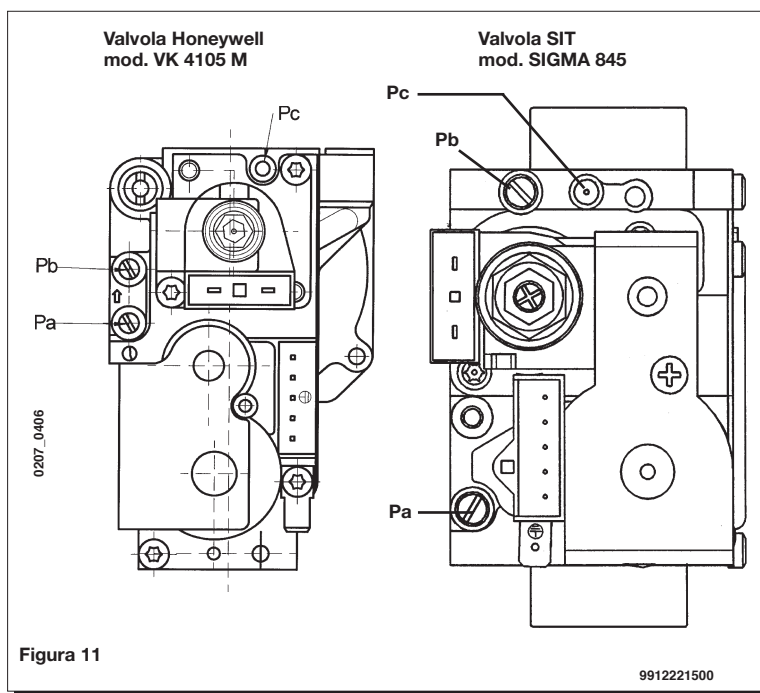

Figura 11
Le modalità di taratura del regolatore di pressione sono leggermente differenti a seconda del tipo di valvola del gas utilizzata (HONEYWELL o SIT vedi figura 11).
Las modalidades de calibrado del regulador de presión difieren ligeramente según el tipo de válvula del gas utilizada (HONEYWELL o Sit, véase figura 11).
- collegare la presa di pressione positiva di un manometro differenziale, possibilmente ad acqua, alla presa di pressione (Pb) della valvola del gas (figura 11). Collegare, solo per i modelli a camera stagna, la presa negativa dello stesso manometro ad un apposito "T" che permetta di collegare insieme la presa di compensazione della caldaia, la presa di compensazione della valvola del gas (Pc) ed il manometro stesso. (Una pari misura può essere effettuata collegando il manometro alla presa di pressione (Pb) e senza il pannello frontale della camera stagna); Una misura della pressione ai bruciatori effettuata con metodi diversi da quelli descritti potrebbe risultare falsata in quanto non terrebbe conto della depressione creata dal ventilatore nella camera stagna.
- conectar la toma de presión positiva de un manómetro diferencial, posiblemente de agua, a la toma de presión (Pb) de la válvula del gas (figura 11). Conectar, sólo para los modelos a cámara estanca, la toma negativa del mismo manómetro a un especial "T" que consienta conectar entre ellos la toma de compensación de la caldera, la toma de compensación de la válvula del gas (Pc) y el manómetro mismo. (Se puede efectuar una medición equivalente conectando el manómetro a la toma de presión (Pb) y sin el panel frontal de la cámara estanca); Una medición de la presión en los quemadores efectuada con métodos diferentes a los descritos podría resultar incorrecta, dado que no tomaría en cuenta la depresión creada por el ventilador en la cámara estanca.
- verificare che la pressione dinamica di alimentazione della caldaia, misurata alla presa di pressione (Pa) della valvola del gas (figura 11) sia quella corretta (37 mbar per il gas propano o 20 mbar per il gas naturale).
- controlar que la presión dinámica de alimentación de la caldera, medida en la toma de presión (Pa) de la válvula del gas (figura 11), sea correcta (37 mbar para el gas propano o 20 mbar para el gas natural).